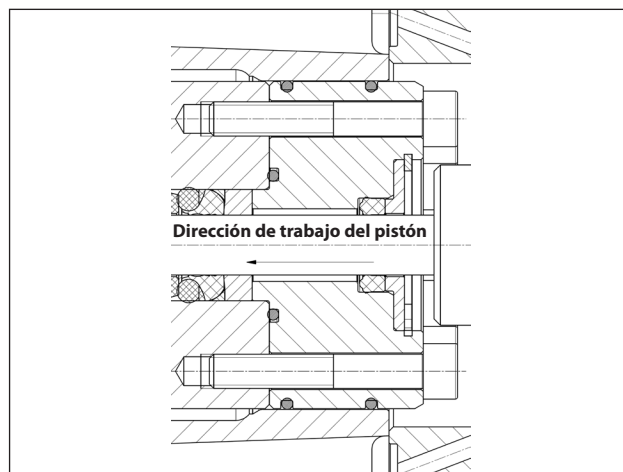
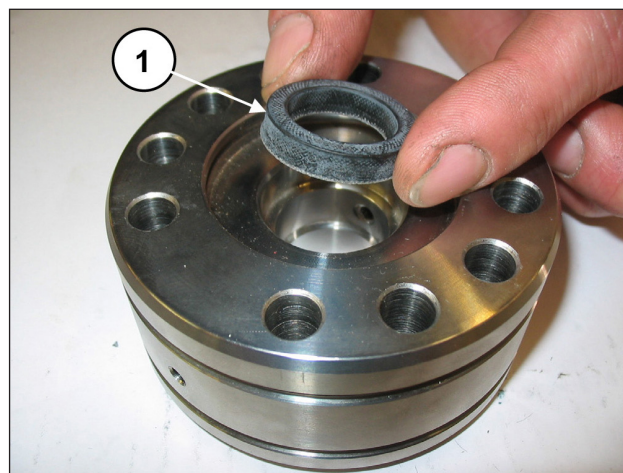

Fig. 125
Fig. 126
**La junta L.P. se ha de introducir en la camisa con el labio de retención orientado hacia la dirección de trabajo del pistón (pos. ①, Fig. 125 y Fig. 126), lubricando ligeramente el diámetro externo con grasas de silicona de tipo OKS 1110. Sustituir la junta L.P. si está desgastada.**